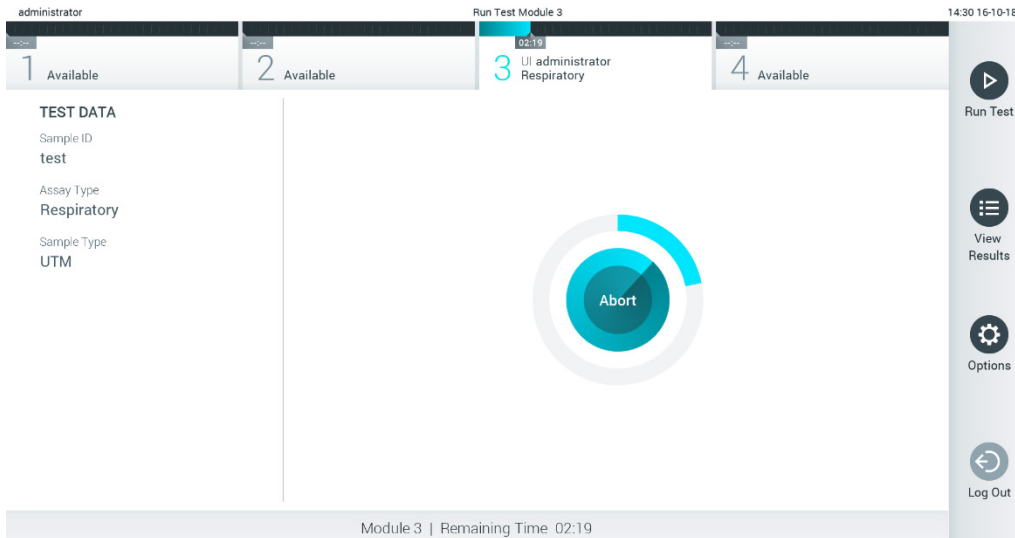

Рис. 28. Проведення тесту та відображення залишкового часу виконання.
9. Під час проведення тесту на сенсорному екрані відображається залишковий час виконання (рис. 28).